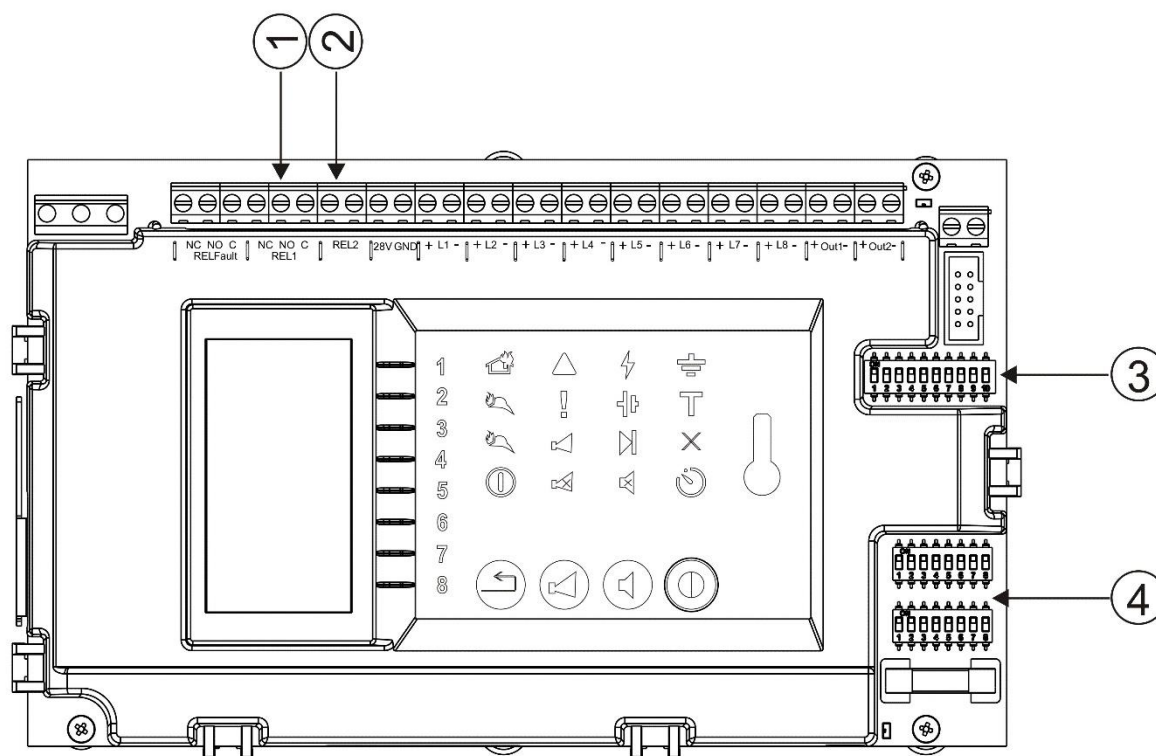

Figura 1 - Esquema
- Definir o modo de serviço das zonas (POS.4, Figura 1);
- Definir tempo de atraso (pos.3, Figura 1);
- Desativar as saídas controláveis (pos.3, Figura 1.);
- Ligar / desligar interface de comunicação RS485 (pos.3, Figura 1);
- Configuração das saídas com 8 combinações do utilizador (pos.3, Figura 1).